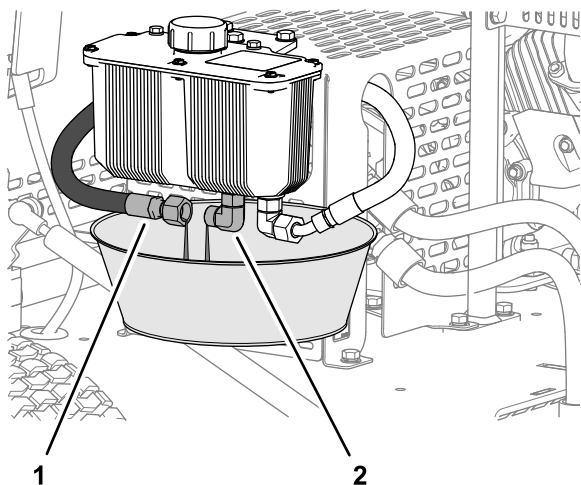

图 37
1. 在液压油箱下放置一个容量为 2L 的放油盘图 37。
2. 从液压油箱接头卸下液压供油软管并等待液压油完全流入放油盘图 37。